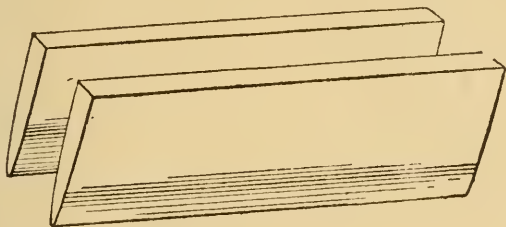

Fig. 6.
5. *Ais.* — On appelle *ais* (fig. 6) des planchettes de mêmes dimensions que les volumes.